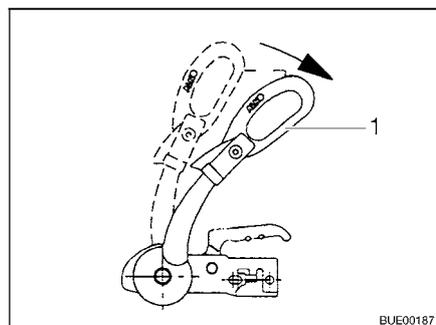

Fig. 198 Poignée de stabilisation
- Ouvrir la poignée de stabilisation (Fig. 198,1).